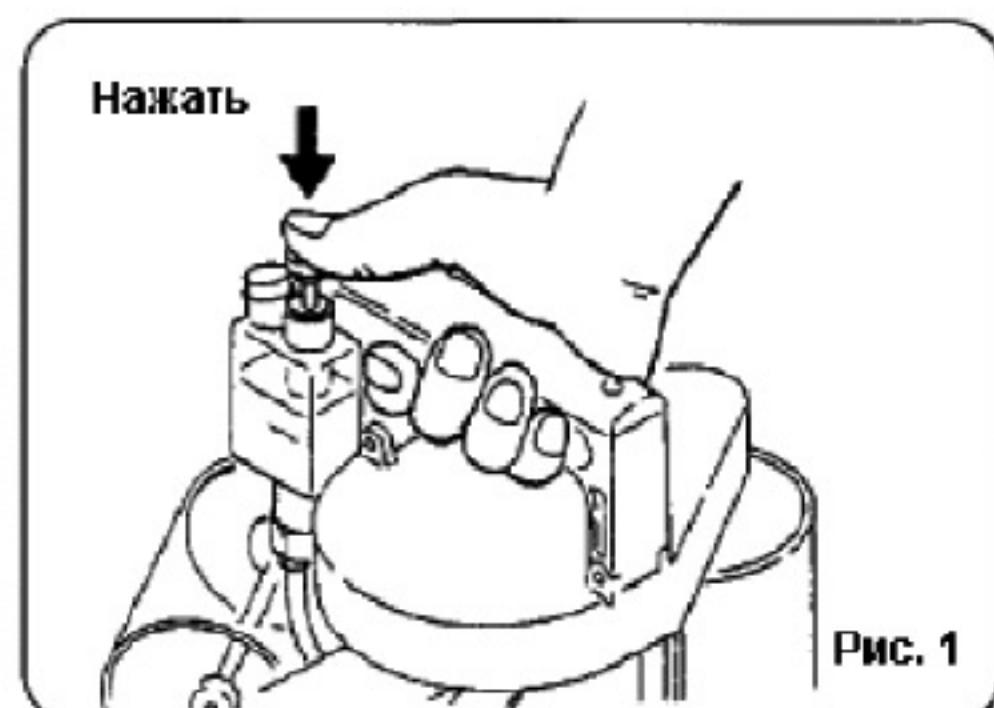

Рис. 1
- Смажьте машину, как показано на рис. 1.
3.1. Смазка (рис. 1).